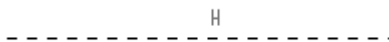

图 4.18.2 绘制中心线
Step2. 选择下拉菜单 草绘(S)  线(L)  中心线(C) 命令，绘制图 4.18.2 所示的中心线。